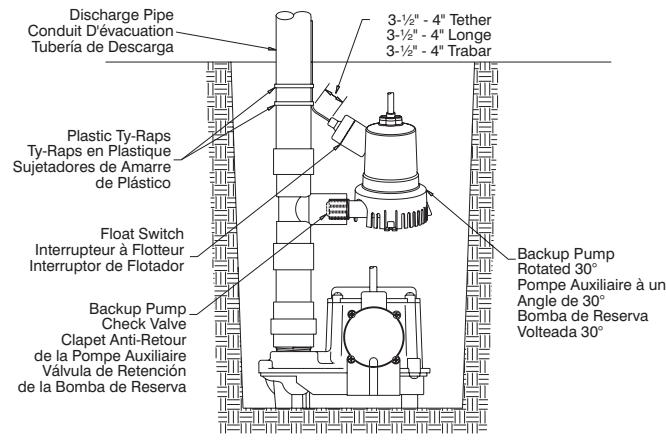

Figure 6
9. Attach the mechanical float switch to the discharge pipe using the provided ty-raps to hold the float switch cable to the pipe. The tether length should be 4 inches. The float switch must not hang lower than the inlet of the backup pump and must be at least 4 inches below the top of the sump when the float switch is raised to its maximum vertical position. See Figure 6. CAUTION: Move the float switch up and down (on and off positions) to make sure there are no obstructions inside the sump or lid. It may be necessary to lower or raise the float switch on the discharge pipe. Tether length can be reduced to 3-1/2 inches, minimum.
9. Fixer l'interrupteur à flotteur mécanique au conduit d'évacuation à l'aide des attaches ty-rap afin de bien maintenir le câble de l'interrupteur à flotteur au conduit. La longueur de la longe doit être de 10 cm (4 po). L'interrupteur à flotteur ne doit pas être suspendu plus bas que l'orifice d'entrée de la pompe auxiliaire et doit être au moins 10 cm (4 po) en dessous de la partie supérieure du puisard lorsque l'interrupteur à flotteur est élevé à sa position verticale maximale. Voir la Figure 6. MISE EN GARDE: Déplacer l'interrupteur à flotteur vers le haut et vers le bas (positions allumée et éteinte) pour vérifier qu'il n'y a pas d'obstructions à l'intérieur du puisard ou du couvercle. Il peut s'avérer nécessaire de descendre ou de monter l'interrupteur à flotteur dans le conduit d'évacuation. La longueur de la longe peut être réduite à 8,9 cm (3 1/2 po) au minimum.